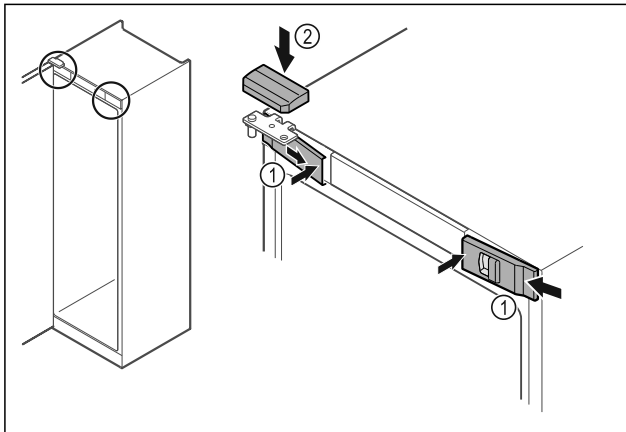

Fig. 48 \*
- ▶ Klik de forreste afdækninger Fig. 48 (1) i på siden, og lad dem gå i hak indvendigt.\*
- ▶ Klik på den øverste afdækning Fig. 48 (2) på ovenfra.\*